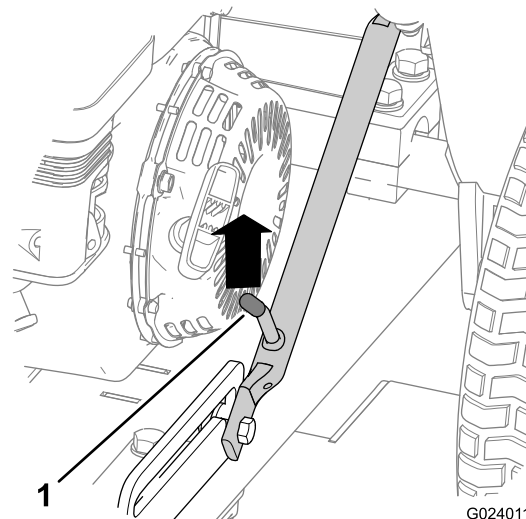
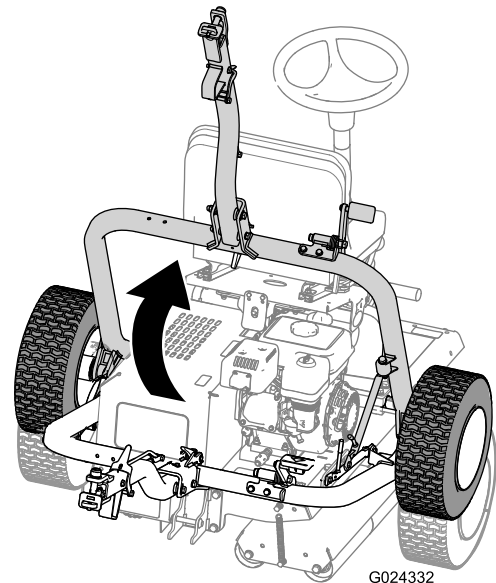

図 24
図 28
- A. ラッチレバーがスライドディテントから外れるまで、ヒッチアセンブリを押し上げる 図 24。
- D. ヒッチを上げて 図 28、ラッチのレバーをスライドディテントにロックする 図 24。